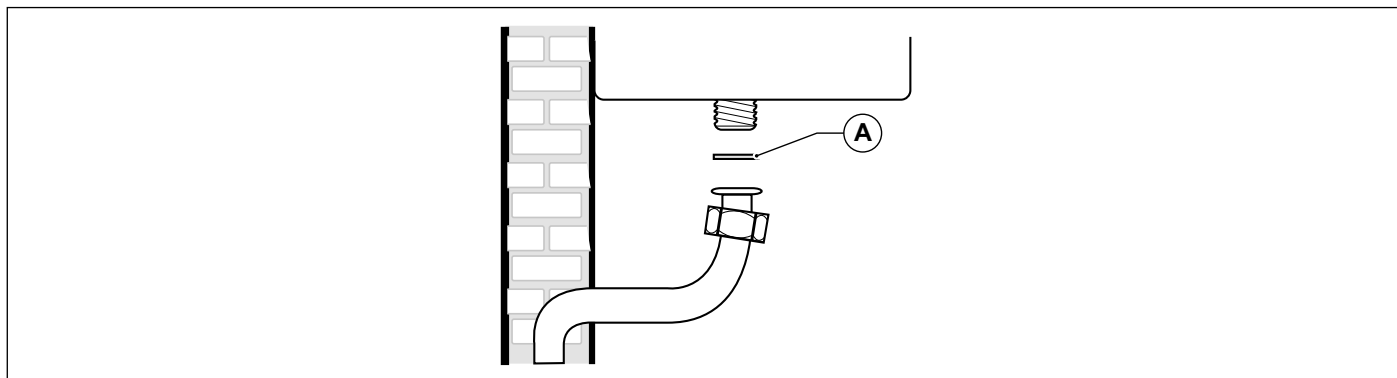

Fig. 13 Raccordement au réseau du gaz
Pour brancher la connexion de gaz de la chaudière à la tuyauterie d'alimentation, IL EST OBLIGATOIRE d'interposer un joint (A) de butée étanche ayant les dimensions adéquates et d'un matériau approprié (voir Fig. 13 Raccordement au réseau du gaz).